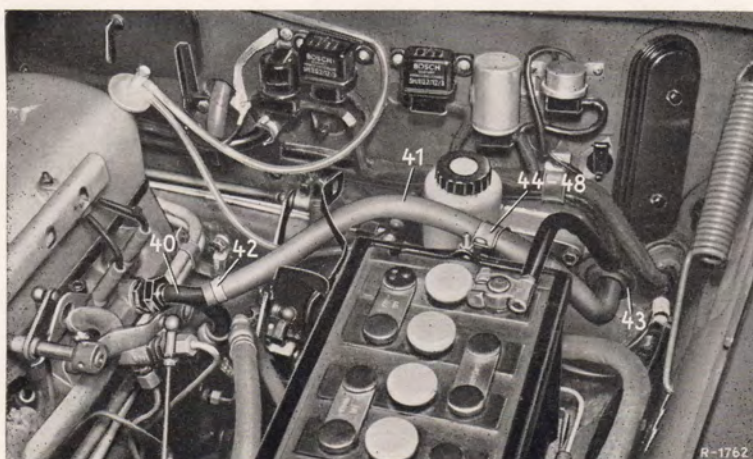

Bild 83-2/5
14. Gummischlauch (38) auf die Rohrleitung (31) und auf das Anschlußrohr der Bedienung für Fondheizung aufschieben, dann an beiden Enden mit je einem Schlauchbinder (39) befestigen (Bild 83-2/1 und 4).
15. Kühlwasser ablassen. Dann den Rohrbogen für den Wasserzulauf am Motor gegen den Rohrbogen (40) auswechseln (Bild 83-2/5).
16. In die Stirnwand zwei Durchgangslöcher mit 34 mm ϕ bohren und je eine Gummitülle (43 und 52) einsetzen (Bild 83-2/6).
17. Gummischlauch (41) durch die Gummitülle (43) schieben und auf das Rohr der Bedienung für Fondheizung sowie auf den Rohr-